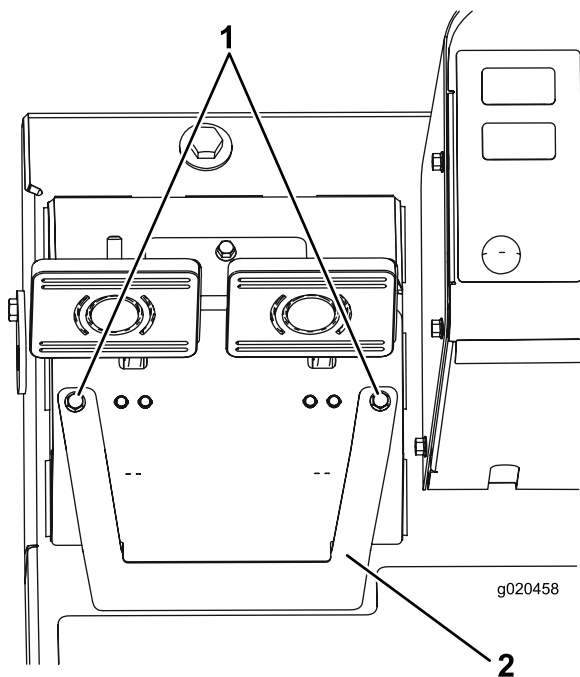

Figura 96
- A. Afloje los 2 tornillos de montaje y retire la tapa de ajuste de los frenos (Figura 96).